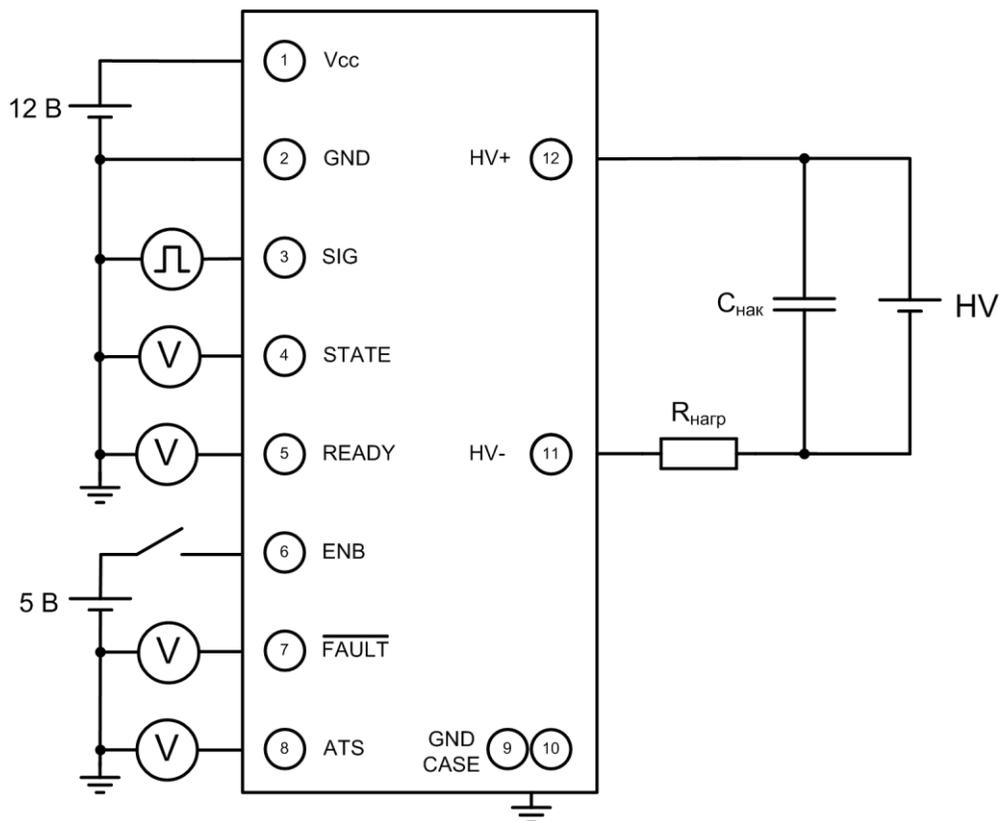

Рис. 2 Типовая схема подключения твердотельного коммутатора HVS-C-5-40
1. Собрать схему подключения в соответствии с рис. 2